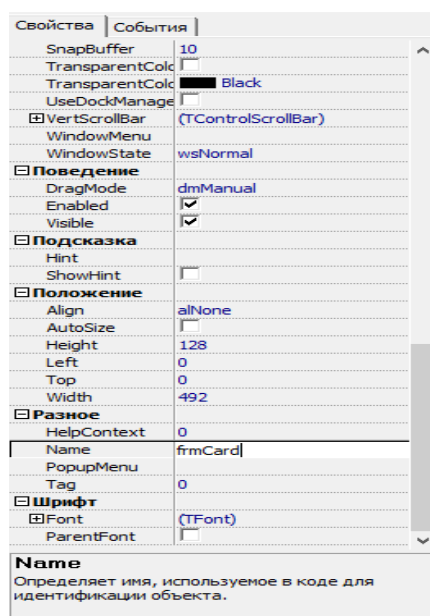

Рисунок 289: Редактирование наименования формы
- 25 Выбрать объект **OPPFOrm1** и изменить его свойство **Name** на **frmCard** (рис. 289).